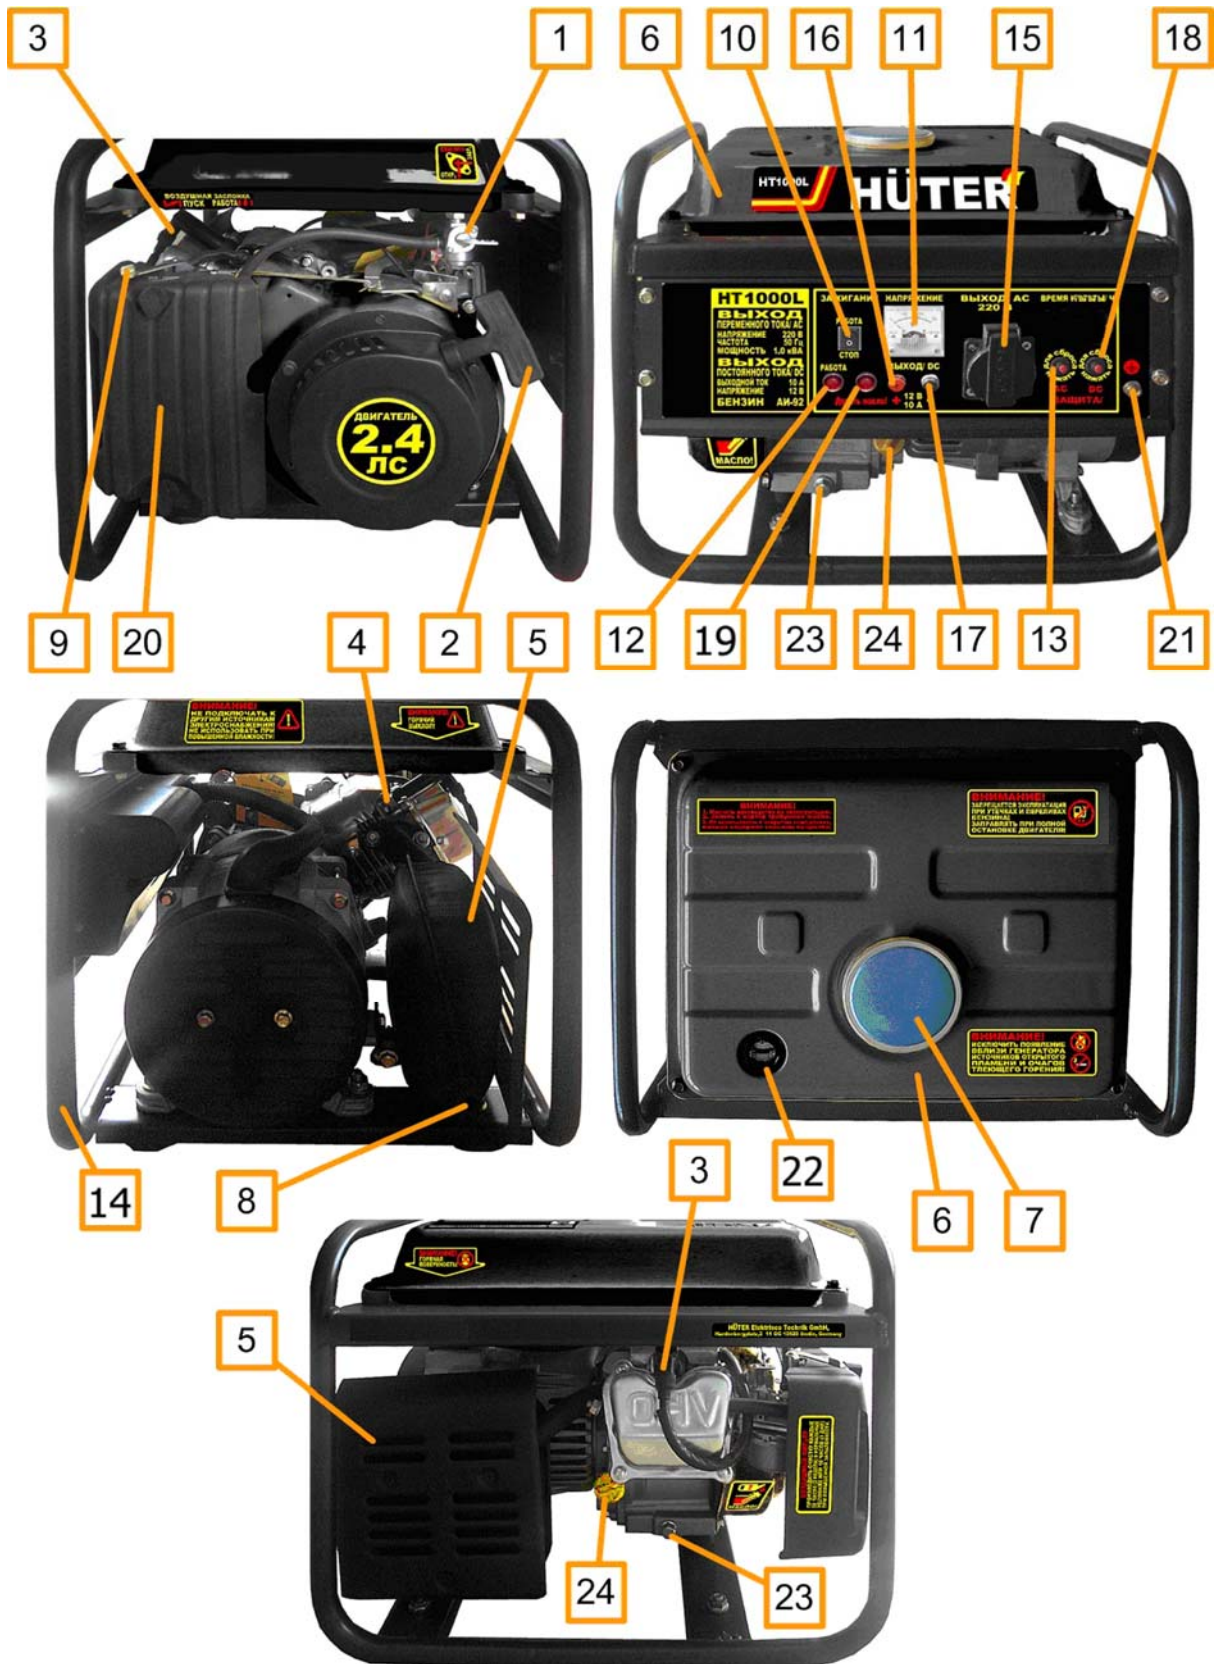
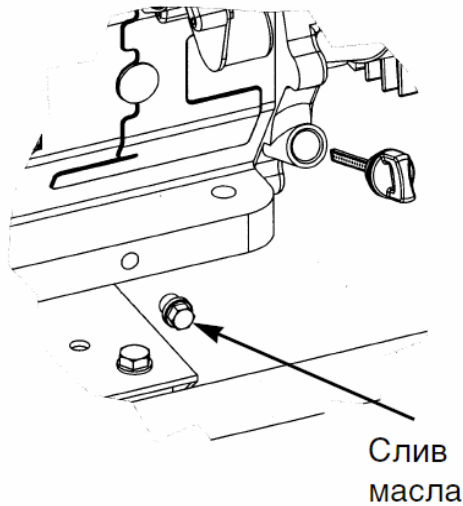
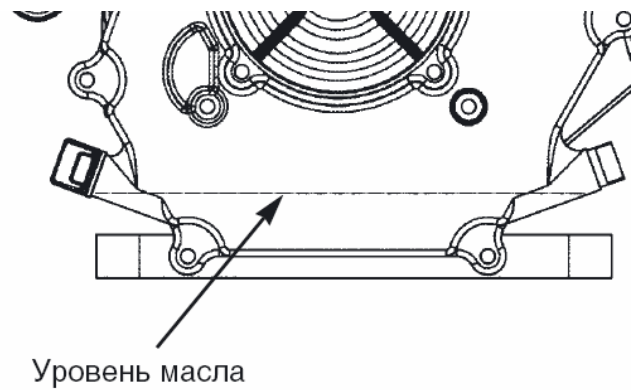

Рис. 1
Рис. 5
Рис. 6
- Вывинтить щуп (поз.24 рис.1) и залить в картер масло соответствующего типа (таблица 2 п.8) до нижнего края горловины. Вставить чистый сухой щуп в горловину картера и вынуть его. Проверить уровень масла: граница смоченной области щупа должна располагаться между отметками минимального и максимального уровней.
- При установке генератора следует подключить к резьбовой клемме (поз. 18 рис. 1) проводник заземляющего устройства, удовлетворяющего требованиям раздела «Обеспечение требований безопасности».
- Отключить все потребители переменного тока от генератора, переведя рычаг автоматического выключателя в отключенное положение «0», отсоединить потребители постоянного тока от клемм (поз. 14, 15 рис. 1).
- Открыть топливный кран (поз. 1 рис. 1, см. также рис. 3).
- Перевести рычаг управления воздушной заслонкой (поз. 9 рис. 1) в крайнее левое положение при пуске холодного двигателя и в промежуточное положение при пуске прогретого двигателя.
- Перевести выключатель двигателя (поз. 9 рис. 1) в отключенное положение «0».
- Плавно вытянуть до упора трос ручного стартера за ручку (поз. 2 рис. 1) и вернуть в исходное положение (см. также рис. 4).
- Перевести выключатель двигателя (поз. 10 рис. 1) во включенное положение «1».
- После прогрева двигателя в течение времени около 10-40 секунд, в зависимости от начальной температуры, перевести рычаг заслонки (поз.9 рис.1) в крайнее правое положение, если при этом двигатель работает неустойчиво вернуть рычаг заслонки (поз. 9) в прежнее положение и обеспечить завершение прогрева.
- При работающем генераторе отключить от разъемов (поз. 15, 16, 17 рис. 1) все потребители электроэнергии.
- Перевести выключатель двигателя (поз. 10 рис. 1) в отключенное положение «0».
- Закрыть топливный кран (поз. 1 рис. 1, см. также рис. 4).
- 6.1 Наличие выходного напряжения цепи переменного тока отображается включением индикатора (поз.12 рис.1). Величина напряжения переменного тока контролируется вольтметром (поз. 11 рис.1).
- 6.2 Причиной отсутствия напряжения при работающем генераторе может служить срабатывание автоматических выключателей защиты цепей от перегрузки (поз. 13, 18 рис.1). В этом случае следует устранить причину перегрузки и нажать кнопку сброса соответствующего автоматического выключателя после его остывания.
1. Вывинтить щуп-пробку поз. 24 (рис. 1) из горловины картера, см. также рис. 5. Опустить в горловину сухой, чистый щуп и вытащить его – край смоченной маслом области должен располагаться между отметками минимального и максимального допустимого уровней.
2. Залить в горловину масло до нижнего края заливного отверстия (рис. 6). Проверить уровень масла в соответствии с 9.2.1.
На прогревом до рабочей температуры двигателе вывинтить пробку для слива масла (поз. 23 рис.1, см. также рис. 5.), поместив под сливным отверстием вспомогательную емкость. После прекращения истечения масла установить пробку на штатное место и затянуть. Залить масло в горловину, удалив щуп (поз.24 рис.1, см. также рис. 6), до нижнего края заливного отверстия (рис. 6). Проверить уровень в соответствии с п. 9.2.